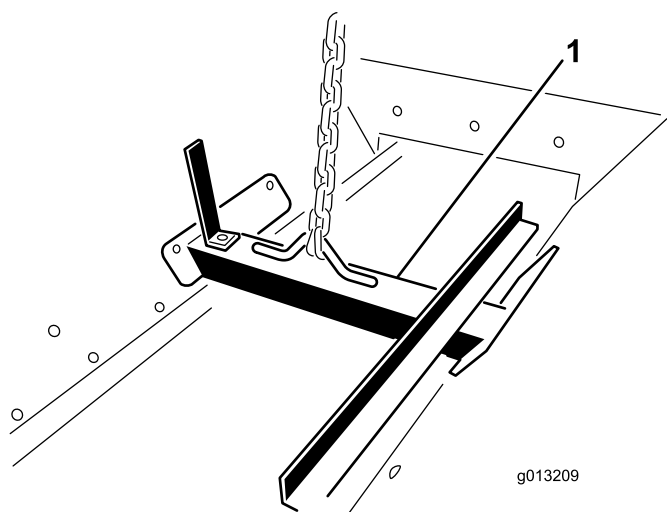

Bild 15
1. Befestigen Sie ein Hubgerät an der Huböse, die innen am Füllkasten angeschraubt ist (Bild 15).